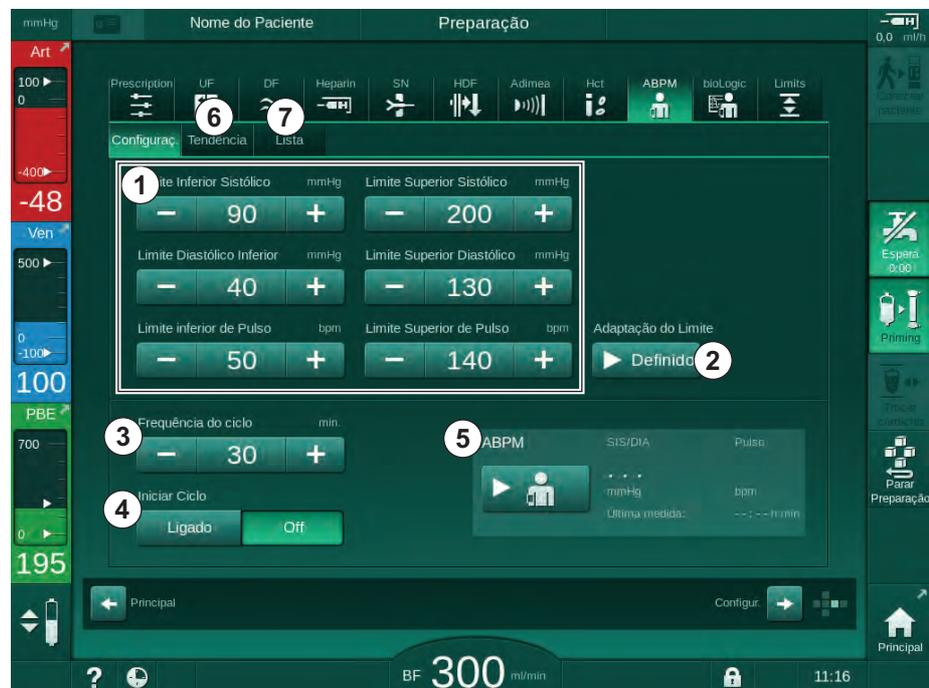

Fig. 11-8 Parâmetros ABPM na tela *Entrada*
2. Para adaptar os limites de alarme a valores em torno da pressão sanguínea medida, toque em *Adaptação do Limite, Definido* (Fig. 11-8, ②).
1. Para ativar/desativar as medições cíclicas com a frequência de medição definida, selecione *Iniciar Ciclo, Ligado* (Fig. 11-8, ④).
2. Para definir a frequência de medição, selecione *Frequência do Ciclo* ③. Intervalo possível: 1 a 60 minutos.
Toque em *Iniciar* na caixa do grupo *Parâmetros ABPM* na tela *Entrada* (Fig. 11-8 Parâmetros ABPM na tela Entrada (278), ⑤ ).